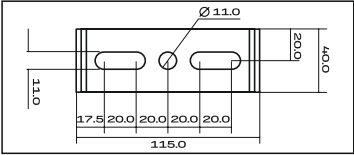

Рис. 2
- 5.12.2 Подготовьте отверстия для винтов в потолке в соответствии с указанными размерами монтажного кронштейна типа лира (рис. 2), после чего надежно закрепите кронштейн.